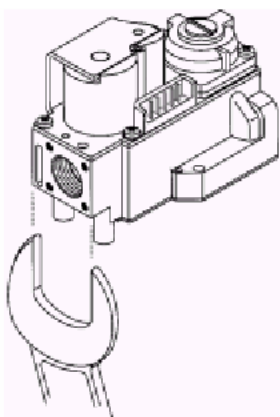

Рис. 3.
- Затяните соединения регулятора с помощью двустороннего гаечного ключа. Смотрите рис. 3.